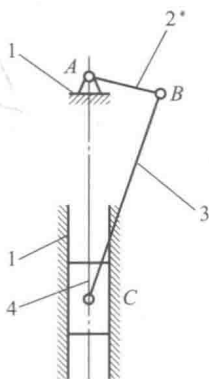

图 2-7
(1) 图 2-6a 所示机构运动简图如图 2-7 所示,计算图 2-7 所示机构的自由度。